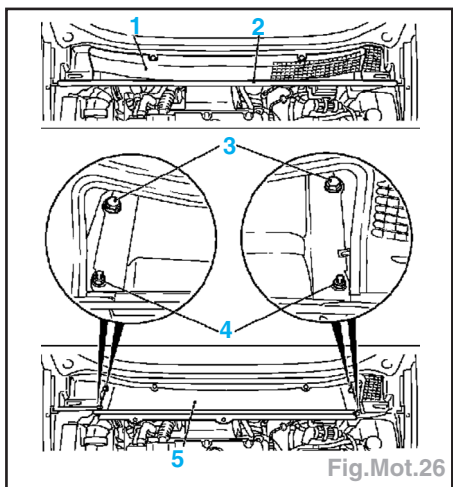

Fig.Mot.26
- Démontez le joint d'étanchéité (2) du compartiment moteur (Fig.Mot.26).